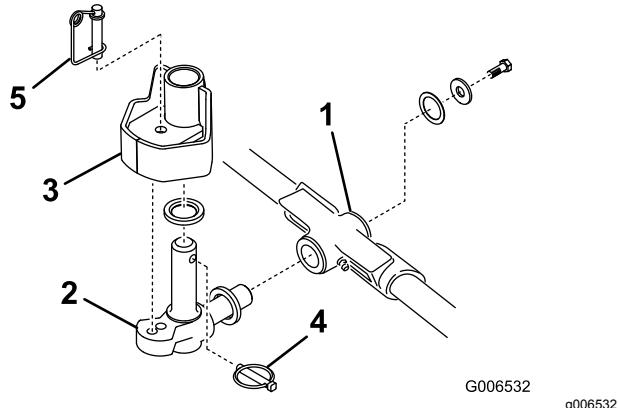

Figura 12
1. Introduzca una arandela de empuje en el eje horizontal del nudo del pivote tal y como se muestra en Figura 12.
2. Introduzca el eje horizontal del nudo del pivote en el tubo de montaje del bastidor de tiro (Figura 12).
3. Fije el nudo del pivote al bastidor de tiro con una arandela de empuje, una arandela plana y un tornillo de caperuza con arandela prensada (Figura 12).
4. Introduzca una arandela de empuje en el eje vertical del nudo del pivote (Figura 12).
5. Si no está ya instalado, introduzca el eje vertical del pivote en el buje de pivote del brazo de elevación (Figura 12).
7. Introduzca el pasador de seguridad en el taladro transversal del eje del nudo del pivote (Figura 12).
**Nota:** Si se requiere fijar la posición de la unidad de corte, introduzca el pasador de bloqueo de la dirección en el taladro de montaje del nudo del pivote (Figura 12).
13. Enganche el alambre del muelle alrededor de la parte inferior del pasador de bloqueo de la dirección (Figura 12).